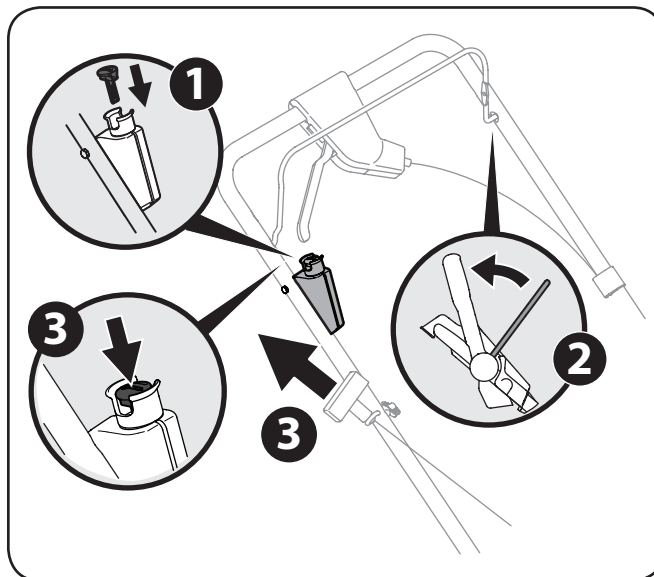

Figura 5-1
3. **Arrancador de retroceso:** Sostenga firmemente las dos manijas juntas, tome la manija del arrancador de retroceso y tire de la cuerda para sacarla con un movimiento rápido y continuo. Vea Figura 5-1. Mantenga firme la manija del arrancador, deje que la cuerda regrese lentamente al arrancador. Repita hasta que el motor esté en marcha. Deje que la cuerda se enrosque lentamente de regreso.
Arranque eléctrico (si está equipado): Empuje la llave eléctrica empujón de arranque para arrancar el motor. Vea la Figura 5-1.